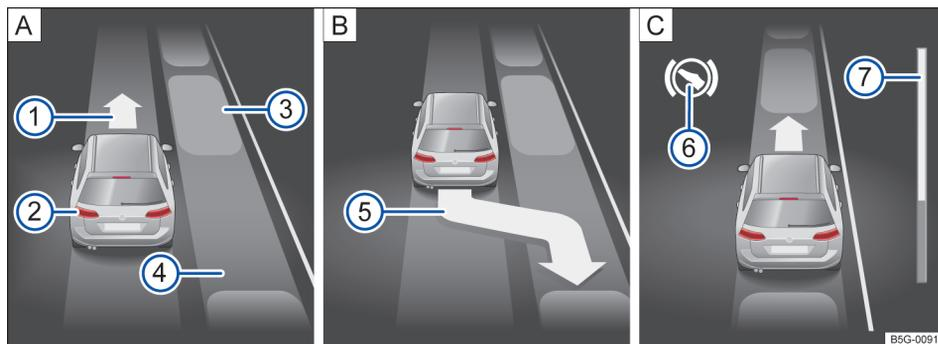
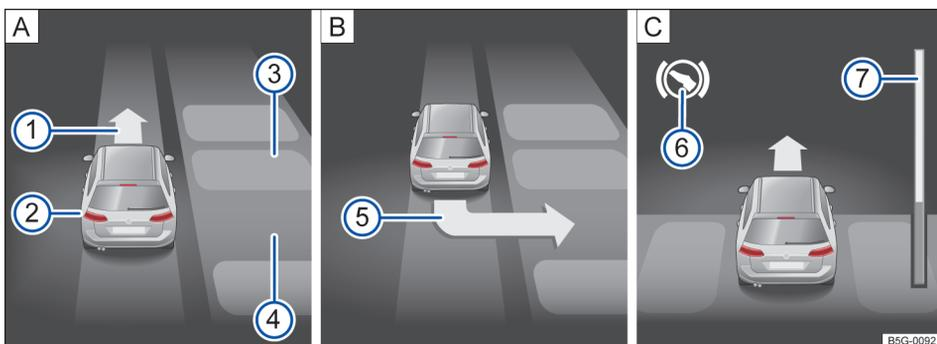

图 176 组合仪表显示器上：与路面平行泊车。A 寻找停车位，B 泊车的位置，C 调车
图 177 组合仪表显示器上：与车道垂直泊车。A 寻找停车位，B 泊车的位置，C 调车
→ 图 176 或→ 图 177 的图例：
在组合仪表的显示器中，进度条显示→ 图 176 ⑦ 或→ 图 177 ⑦ 以符号方式呈现出待行驶的相对距离。距离越长，进度条上的填满状态越大。向前行驶时，进度条的填满部分往上递减，倒车行驶时，进度条的填满部分往下递减。
2.	注意组合仪表显示器中的显示，是否侦测到「合适的」停车位或横向停车位，是否到达 正确的泊车位置→ 图 176 B 或→ 图 177 B 。
3.	仅当在组合仪表的显示器中显示出泊车的要求⑤，才会侦测到「合适的」停车位或横向停车位。
或：倒车行驶，直到组合仪表显示器上出现向前行驶要求→图 176 [A] ① 或→图 177 [A] ①。
智能泊车辅助系统控制汽车前进或倒车，直到汽车笔直停在停车位或横向停车位中为止→图 176 [c] 或→图 177 [c]。